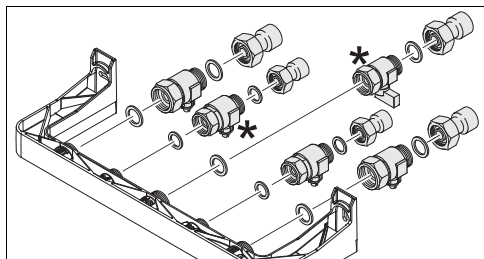

Fig. 1 Ligações a efetuar
- ▶ Efetuar todas as ligações conforme ilustrado na Fig. 1.